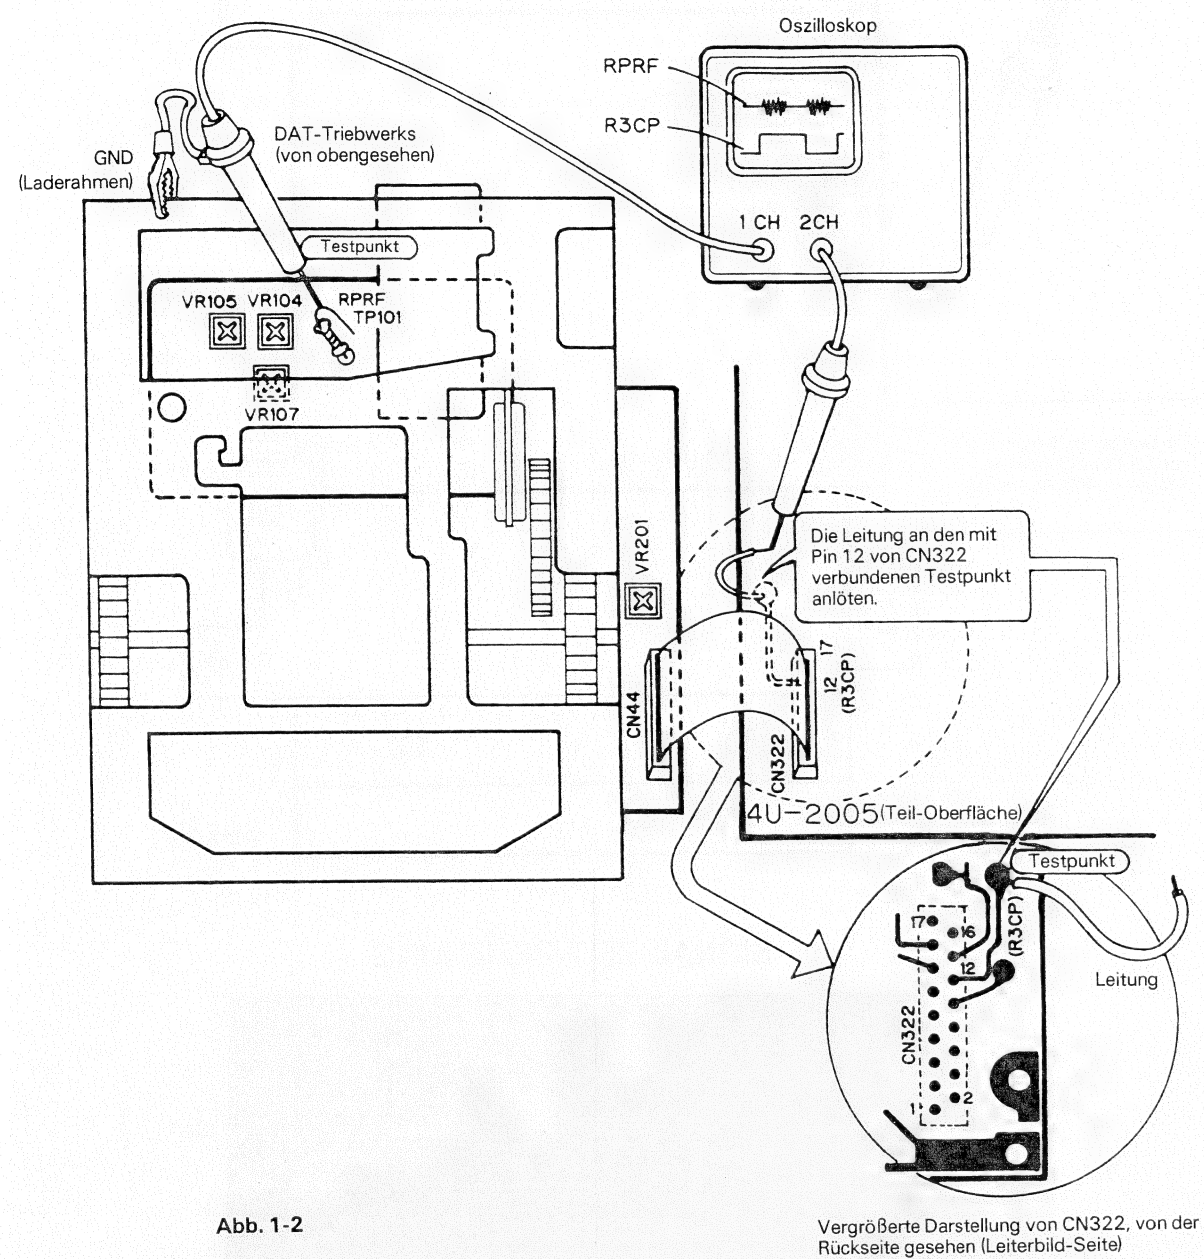
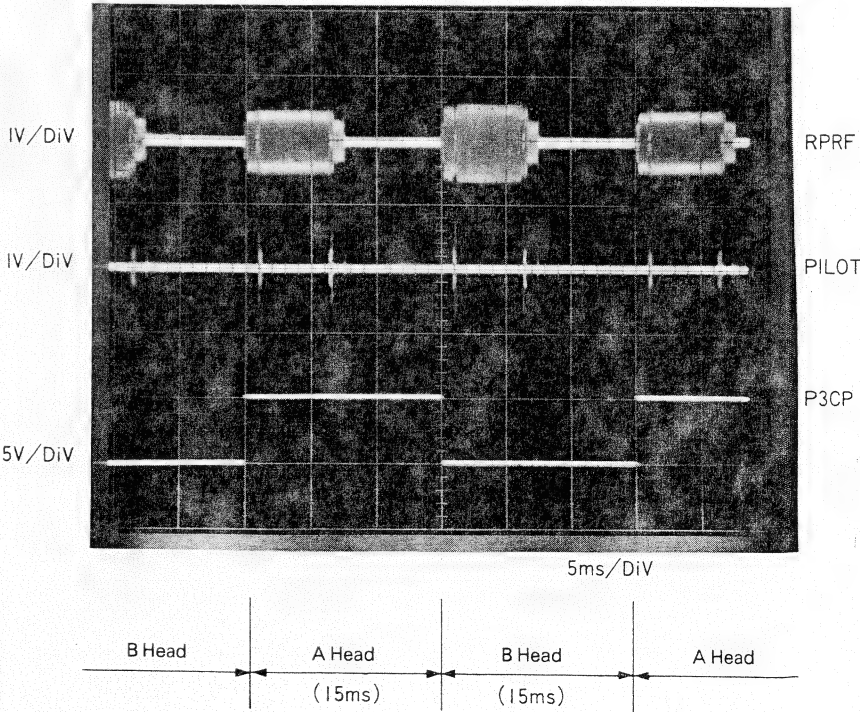

Abb. 1-2
Abb. 3
♦ Einstellung: VR201 so einstellen, daß das Zeitintervall zwischen der Anstiegsflanke des R3CP-Signals und der Anstiegsflanke der Wellenform des RPRF-Signals (A) eine Einstellzeit von $\pm 20 \mu\text{sec}$ hat. (Positionen von Testpunkt und Stellregler siehe Abb. 1-2.) Die Einstellzeit ist der auf der RD-PG01-Cassette angegebene Wert. (Ca. $170 \mu\text{sec}$.)
Kopf A $1,4 \pm 0,2 V_{s-s}$ für das PILOT-Signal (130 kHz) beträgt. (Positionen von Testpunkt und Stellregler siehe Abb. 1-2 und 1-3.) Sicherstellen, daß der Unterschied des Pilotsignalpegels zwischen Kopf A und Kopf B innerhalb von $\pm 200 mV$ liegt. (Siehe Abb. 3.)